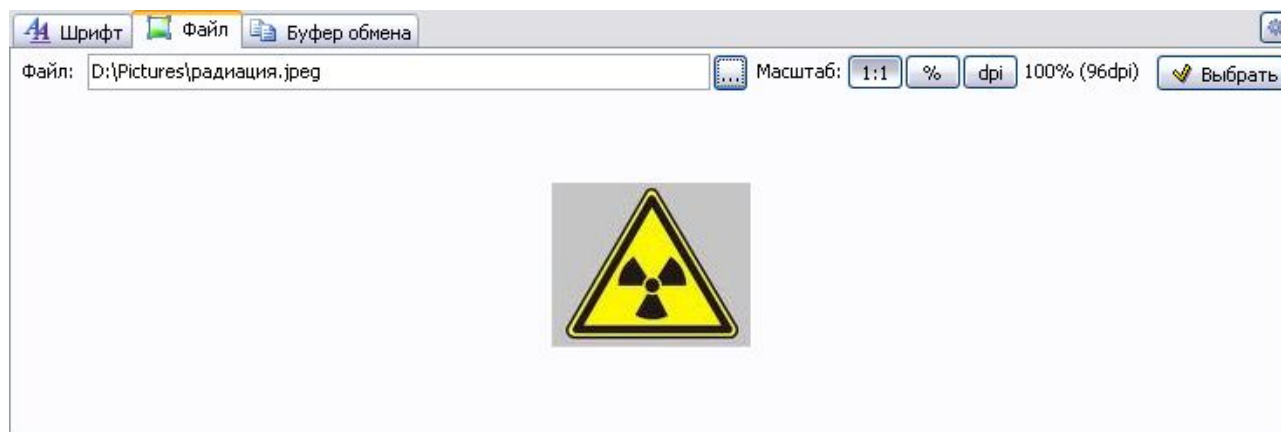

Рис. 3.20
4. В окне **Открыть** выберите нужный файл и откройте его. Используемые форматы файлов – jpeg и bmp. Рекомендуемый размер изображения ~ 24 x 24 pixels. Изображение символа появится в окне. Станут доступными инструменты выбора масштаба и настройки разрешения (dpi) (Рис. 3.20).